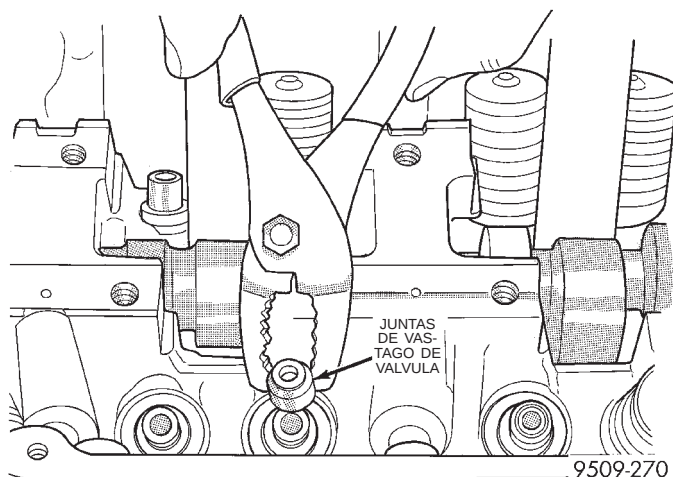

Fig. 97 Juntas—desmontaje
(2) Retire las juntas de vástago de válvulas con una herramienta adecuada (Fig. 97). No vuelva a utilizarlos.